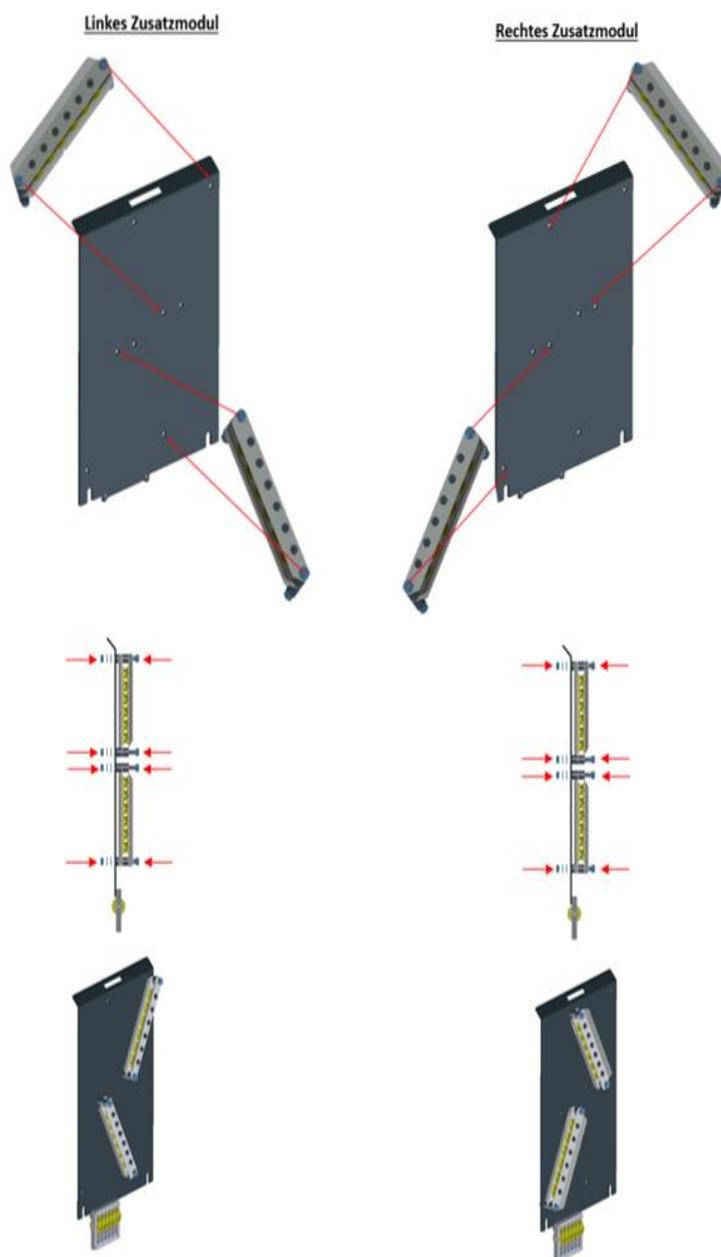

Fig. 10: montaggio dei rinvii del modulo aggiuntivo
1. il rinvio del modulo aggiuntivo (XL) viene fissato come mostrato in Fig. 10. Durante tale operazione, considerare se sia necessario il rinvio per il lato destro o sinistro.